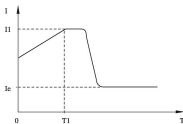

图5.6
- 代码P8设置4时为电流斜坡起动模式。图5.6为电流斜坡起动模式的输出电流波形，其中T1为代码P3设置的限流值，T1为代码P1设置的时间值。电流斜坡起动模式具有较强的加速能力，适用与两极电动机，也可在一